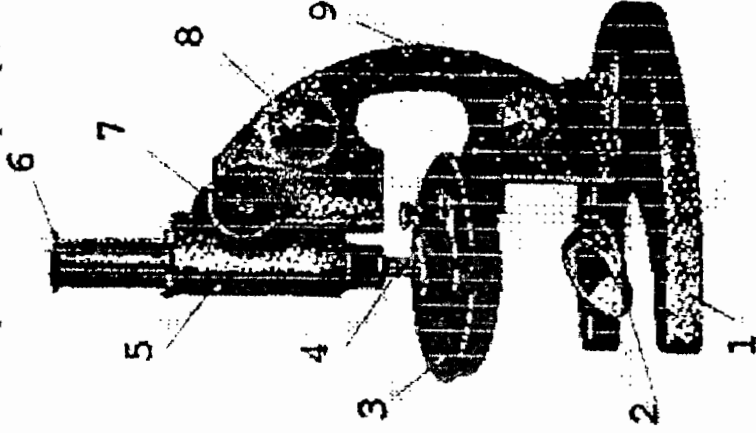

Рис. 1.
Микроскоп - это прибор для получения больших увеличений мелких предметов (см. рис. 1). К опорному штативу (1) шарнирно крепятся кронштейн (9) (см. рис. 1). К кронштейну снизу крепится предметный столик (3) с оптической системой и осветительным зеркалом (2). В верхней части кронштейна помещается механизм точной наводки на резкость, который приводится в движение крестовиком (8) (кремальера точной наводки). Этот механизм перемещает салазки. Пределы перемещения салазок относительно кронштейна определяются с помощью специальных меток: на кронштейн нанесена точка, а на салазки - две горизонтальные черточки. Когда салазки находятся в верхнем положении нижняя черточка находится против точки. В этом положении салазки можно только